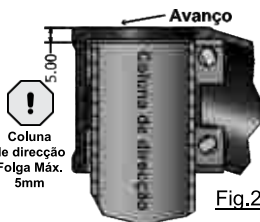

Fig.2
PASSO 2 - Deslize o avanço sobre o tubo de direcção. Não force o avanço! Certifique-se de que tem os parafusos devidamente desapertados. Certifique-se de que o tubo de direcção fica no máximo a 5mm do topo do avanço - ver fig. 2.